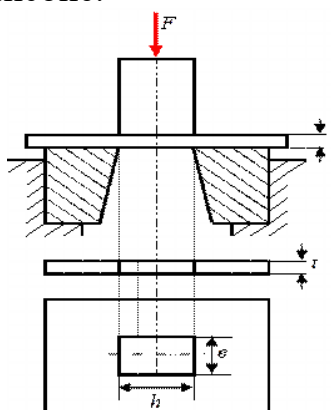

Рисунок 1.
1. Определить какую силу F (рис. 1) надо приложить к пуансону штампа для пробивки в стальном листе толщиной $t = 4$ мм, размером $b \times h = 10 \times 15$, если предел прочности на срез материала листа $\tau_{пч} = 400$ МПа. Определить также напряжение сжатия в пуансоне.